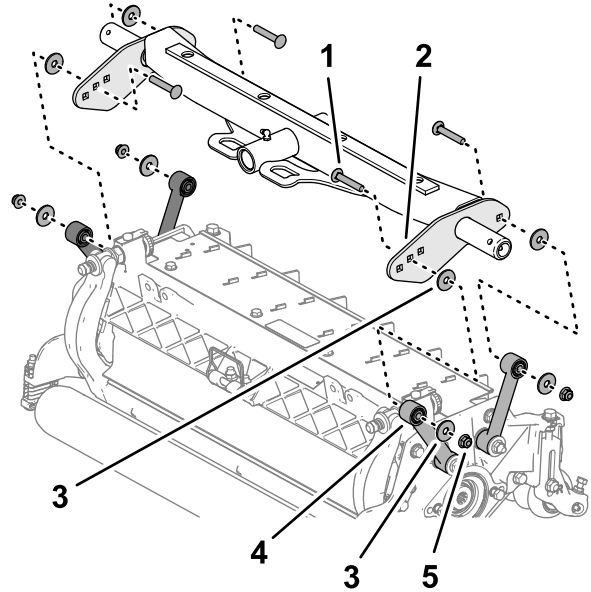

Figura 18
2. Alinee una arandela entre la placa del bastidor y la biela (Figura 18), y monte provisionalmente las placas y el espaciador con un perno de cuello cuadrado ($\frac{3}{8}$ " x $2\frac{1}{4}$ "), una arandela y una contratuerca con arandela prensada ($\frac{3}{8}$ ").